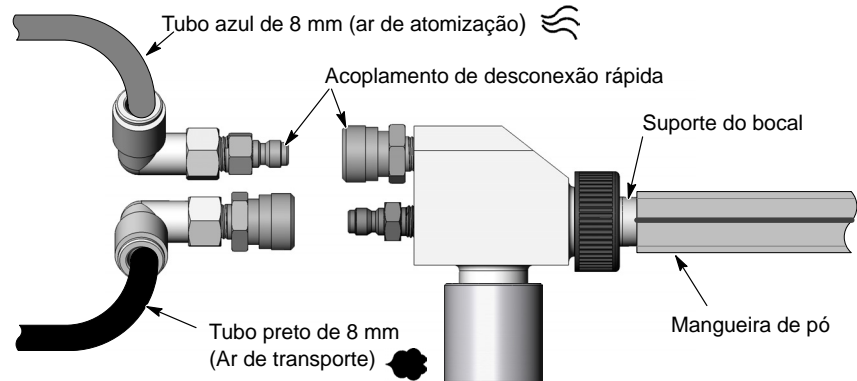

Figura 2-6 Conexões da bomba
1. Ligue o tubo azul de ar de atomização e o tubo preto de ar de transporte às uniões de tubos da bomba, como ilustrado na figura 2-6.